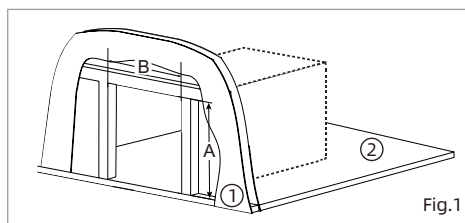

Fig.1
1. Créez une découpe avec les dimensions suivantes A et B de la Fig. 1.
1. Repérez le point d'entrée de la plomberie pour l'entretien de l'arrière de l'appareil. Assurez-vous que le point d'entrée ne se trouve pas dans la partie inférieure de l'appareil. (Fig.1)
- Repérez le point d'entrée du câblage pour l'entretien de l'arrière de l'appareil. Assurez-vous que le point d'entrée ne se trouve pas dans l'espace au sol de l'appareil (Fig.1). Assurez-vous que tous les bords sont protégés afin d'éviter l'abrasion du fil.